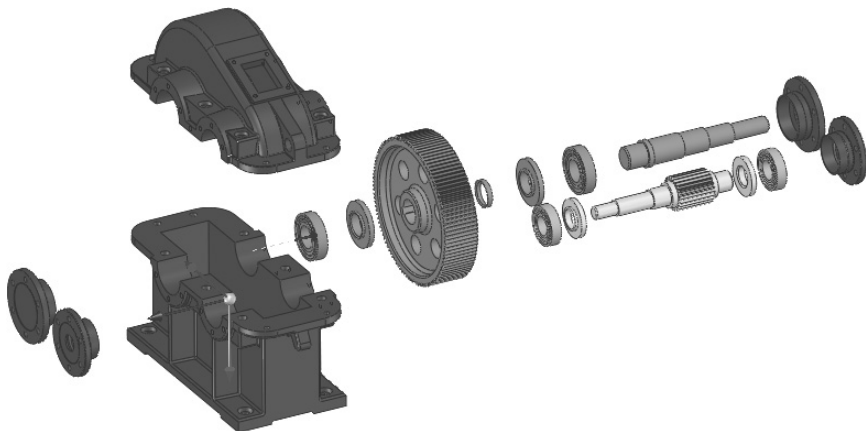

图 6-67 整体移动子装配爆炸视图的位置
STEP 9 分别选择“输出轴装配”子装配体和“齿轮轴装配”子装配体，沿轴向移动其到合适的位置，如图 6-67 所示，完成总装配爆炸视图的创建。